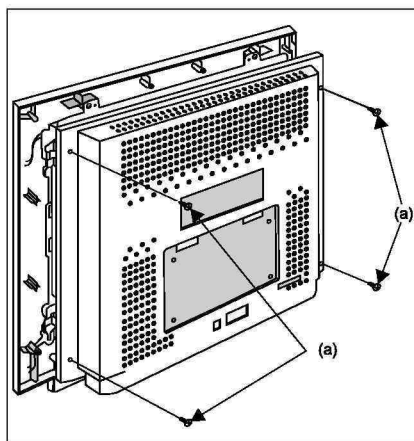

Рис. 4
2. Выкручивают четыре винта (рис. 4) и снимают заднюю крышку монитора.